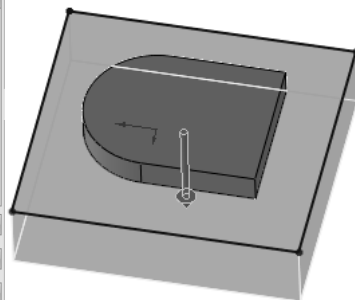

图 10-173 进行拉伸操作
⑤ 生成拉伸特征。单击“特征”控制面板中的（拉伸凸台/基体）按钮，或选择“插入”→“凸台/基体”→“拉伸”菜单命令，系统弹出“凸台-拉伸”属性管理器，在“方向 1”的“深度”文本框中输入数值“5”，如图 10-173 所示，单击（确定）按钮。